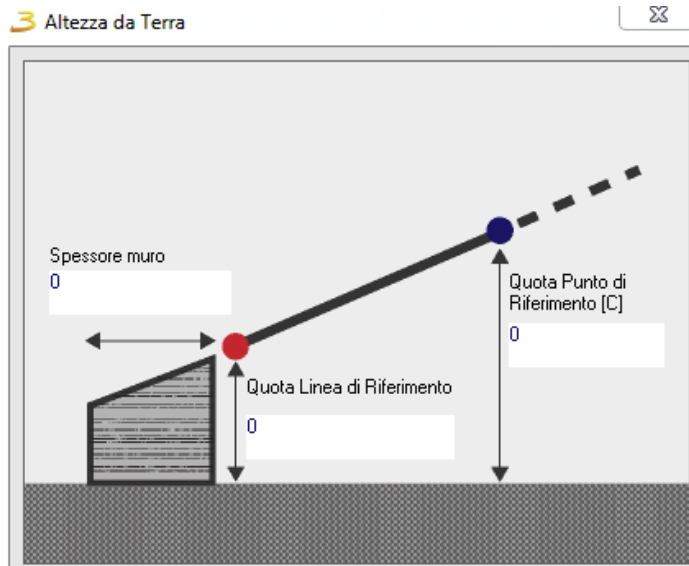

Figura 6.6: Impostazione altezza della rampa.
Una volta terminata questa operazione comparirà un avviso che chiederà di selezionare un punto da quotare, si aprirà poi una finestra come in figura 6.6 dove specificare i parametri per la costruzione della rampa.
- ✓ Per creare un soffitto mansardato è necessario per prima cosa portare tutte le pareti all'altezza massima (effettuare una selezione multipla con il tasto SHIFT + click del mouse e premere F1 per entrare nella regola e modificare il parametro altezza muro), dopodiché, cliccata l'icona del soffitto mansardato, si inseriscono i vertici del soffitto tenendo presente che i punti saranno a due a due della stessa altezza. Una volta chiusa l'area e definito l'ultimo punto apparirà un messaggio a video "Seleziona punto da quotare". Il messaggio avverte che bisogna inserire le quote in altezza dei due vertici blu che definiscono la linea di riferimento rossa e dei due vertici rosa opposti. Bisogna quindi fare click col tasto sinistro del mouse su uno dei due punti rosa per far sì che si apra la maschera in cui definire le altezze dei punti (vedi Figura 6.6)